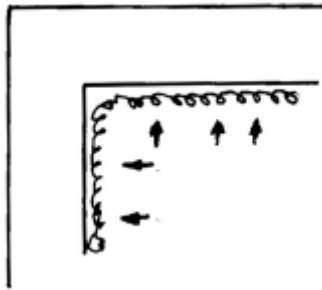

Abb. 7: Aufbringen des Leims an die Verbindungskante
7. Um jetzt das so gewonnene kostbare Stück einzusetzen, wird die Grundplatte auf Papier gelegt, ein Streifen Ponal entlang der Schnittkante ausgedrückt und dann mit dem Finger auf die Kante gestreift (Abb. 7).